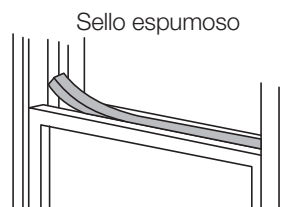

Fig. 11
5. Cortar el sello espumoso en la longitud apropiada y sellar el espacio abierto existente entre la hoja de la ventana superior y la hoja de la ventana exterior. Ver Fig. 11.